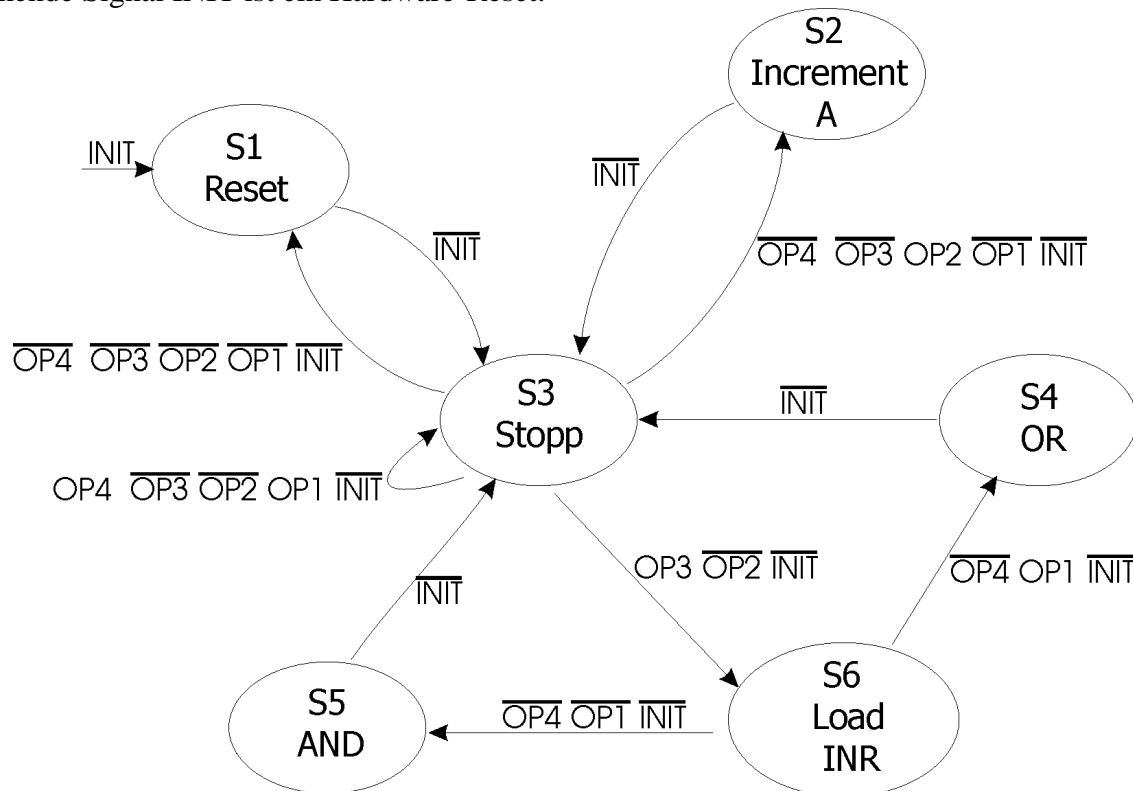

Bild 6.1: Zustandsgraph eines Steuerwerks
In Bild 6.1 ist der Zustandsgraph des Steuerwerks einer einfachen programmgesteuerten Maschine abgebildet. Das Steuerwerk realisiert die in Tabelle 6.1 aufgeführten Befehle. Es stehen als Arbeitsregister ein Akkumulator (A) und ein Eingaberegister (INR) zur Verfügung. Das von außen kommende Signal INIT ist ein Hardware-Reset.